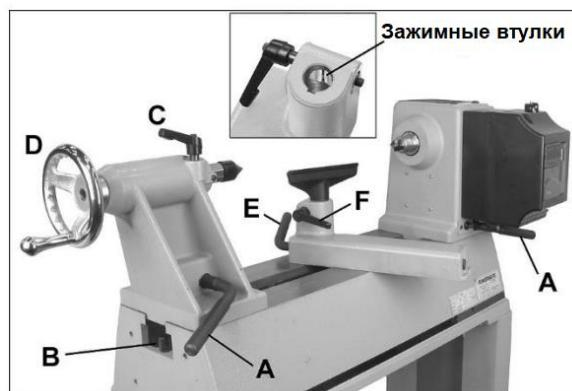

Рисунок 8-1: передняя бабка, задняя бабка, подручник.
Чтобы передвинуть переднюю или заднюю бабку, поверните запорную рукоятку (A, рисунок 8-1) вперед или назад так, чтобы бабка могла свободно перемещаться. После установки передней/задней бабки в нужное положение плотно затяните запорную рукоятку.
Чтобы снять со станка переднюю/заднюю бабку или основание подручника, выкрутите стопорный винт с любого конца станка (B, рисунок 8-1). ПРИМЕЧАНИЕ: после очередной установки данных узлов на токарный станок снова закрутите стопорный винт.
Ослабьте запорную рукоятку (C, Рис. 8-1), чтобы выдвинуть или задвинуть пиноль задней бабки с помощью вращения маховика (D). Снова затяните рукоятку
Ослабьте запорную рукоятку на основании подручника (Е, Рис. 8-1), чтобы перемещать основание вперед-назад или поворачивать. Перед работой на станке плотно затяните рукоятку.
Ослабьте малую рукоятку (F, Рис. 8-1). Убедитесь, что зажимные втулки (выносной вид, Рис. 8-1) достаточно разведены, чтобы установить удлинительную стойку подручника.
Запорные рукоятки, такие как С и F, Рис. 8-1, можно повернуть в более удобное для оператора положение. Просто поднимите рукоятку и прокрутите вокруг оси, затем отпустите, убедившись, что она осталась на оси.